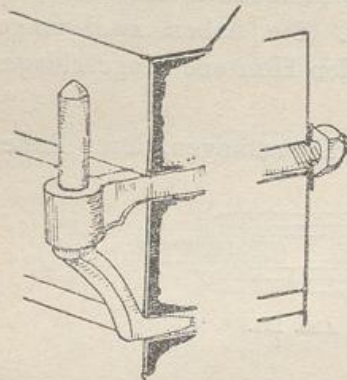

Abb. 139.
**9. Stützhaken** werden zum Aufhängen von Türen oder Toren verwendet. Der gewöhnliche Spitzhaken (einfacher Stützhaken) ist zum Einschlagen in Holz, der Stützhaken mit Schraube (Abb. 139) zum Befestigen in Mauerwerk geeignet.